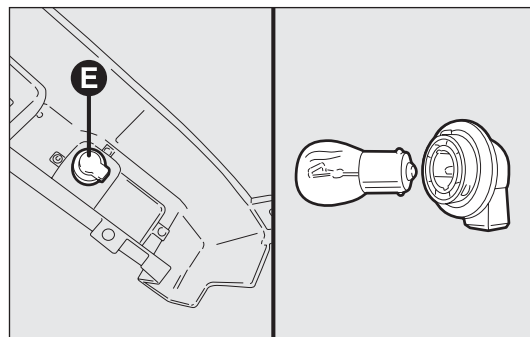

fig. 200
- tourner la douille E dans le sens inverse des aiguilles d'une montre (1/8 de tour), extraire la lampe à baïonnette en la poussant légèrement et en la tournant dans le sens inverse des aiguilles d'une montre, puis la remplacer fig. 200.